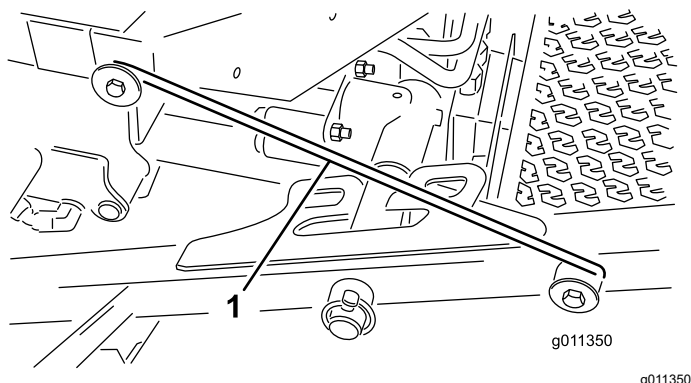

Figure 36
4. Dégagez la barre de verrouillage (Figure 36) de son point de retenue sur le bâti porteur avant.
5. Soulevez l'extérieur des plateaux de coupe avant et placez le verrou sur la goupille du bâti à l'avant de la plateforme de conduite (Figure 36).